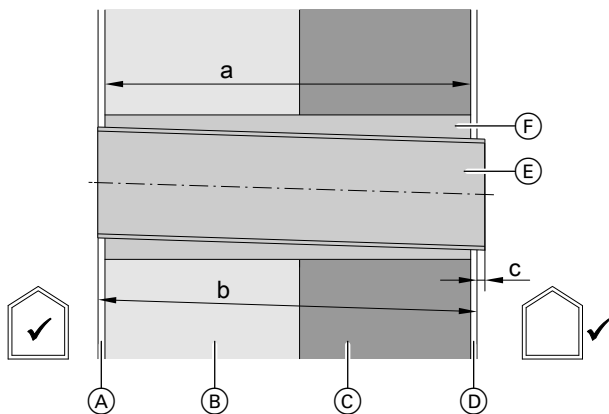

Abb. 9 Abmessungen zur Montage
- Bei Montage mit Montage-Set eckig: Länge **b** ermitteln: Siehe Abb. 9.